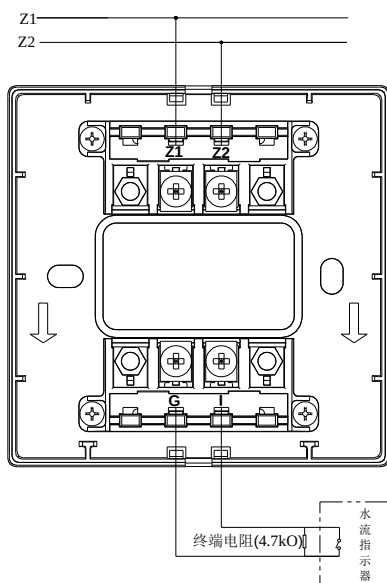

图 3 常开无源触点示意图
1. 模块与具有常开无源触点的现场设备（以水流指示器为例）连接方法如图 3 所示。